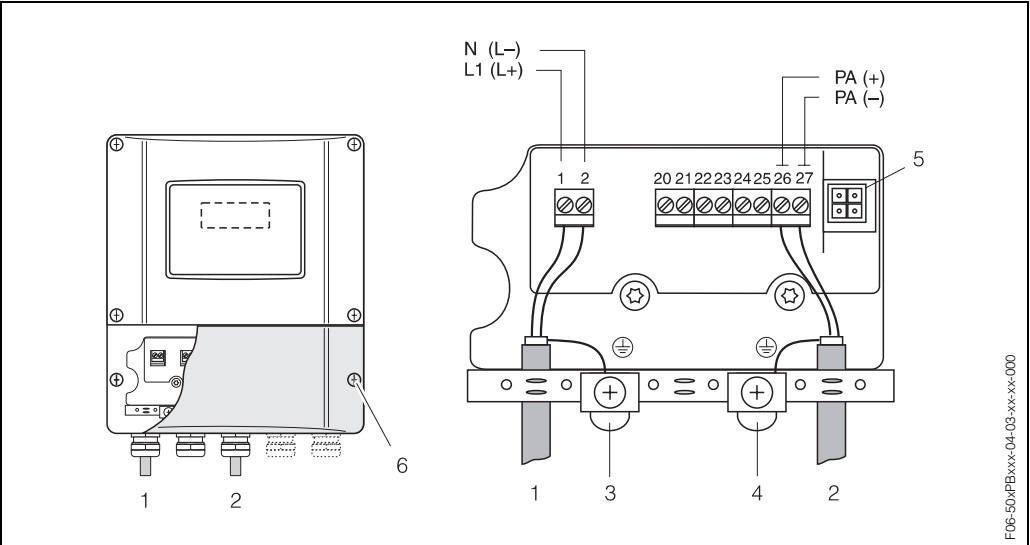

Fig. 29: Conexión del transmisor (caja de montaje mural). Sección transversal del conductor: máx. 2,5 mm²
- Esquema de conexiones (caja de montaje mural) → Fig. 29